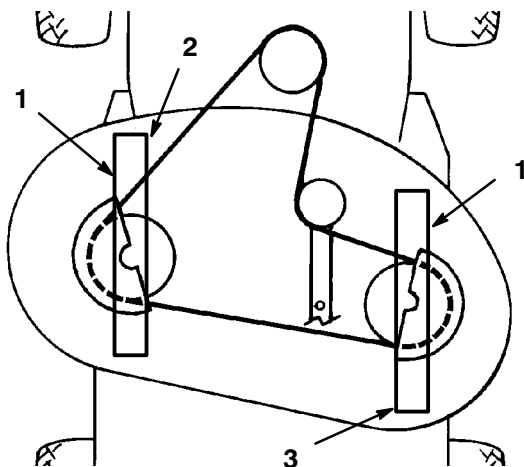

Figure 13
4. Tournez prudemment les lames dans le sens longitudinal (Fig. 13).
5. Mesurez la distance entre la pointe de la lame avant (Fig. 13) et la pointe de la lame arrière par rapport à la surface plane. Si la pointe avant de la lame n'est pas de 0 à 3,2 mm plus basse que la pointe arrière, réglez la biellette de réglage avant.